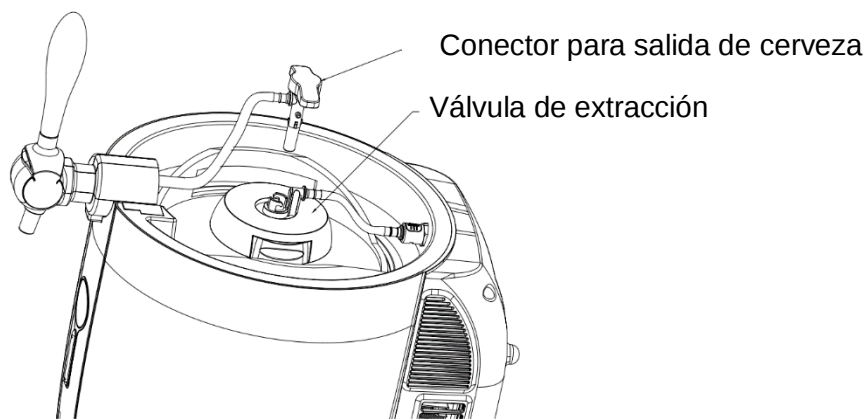

Figura 13
2. Presione hacia abajo el conector de salida de la cerveza justo en el centro del tonel, al mismo tiempo gire el conector de salida en sentido antihorario para liberarlo de la válvula de extracción y luego hálalo hacia fuera para retirarlo (como se muestra en la Figura 13).